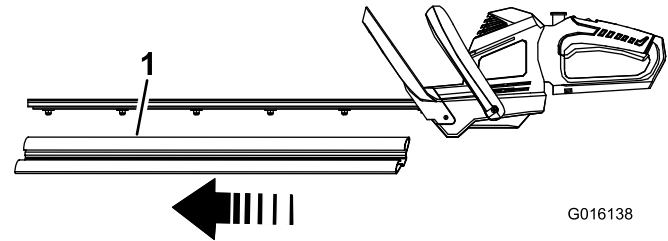

Figura 2
- 1. Retire la funda protectora de las cuchillas (Figura 2).